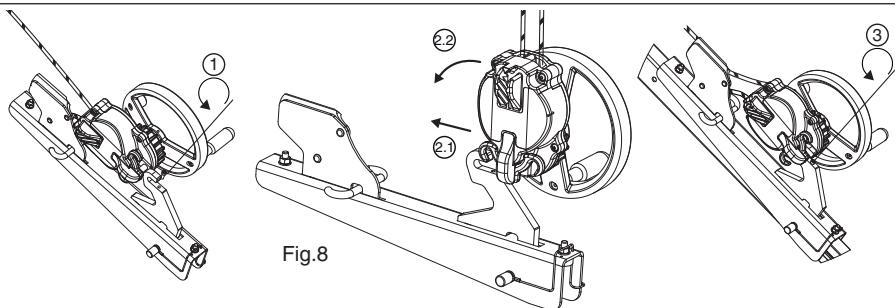

Fig. 8
### 6.3.4 DEROPETM-toestel UP R (Fig. 8, 9 en 10)
Het DEROPETM-toestel UP R moet op de poot van de TRACPODE drievoot van Tractel bevestigd worden zoals aangegeven in fig. 8. Elke andere bevestiging op een ander punt dan de TRACPODE drievoot van Tractel is verboden.
1. Schroef de blokkeerschroef van de verankerhaak van de console voor het DEROPETM-toestel UP R los (fig. 8,1).
2. Plaats het DEROPETM-toestel UP R op de verankerhaak (fig. 8, 2.1 – 2.2).
3. Schroef de blokkeerschroef weer vast om te vermijden dat het toestel zich van de console losmaakt (fig. 8, 3) en controleer op deze goed geplaatst en goed vastzit.